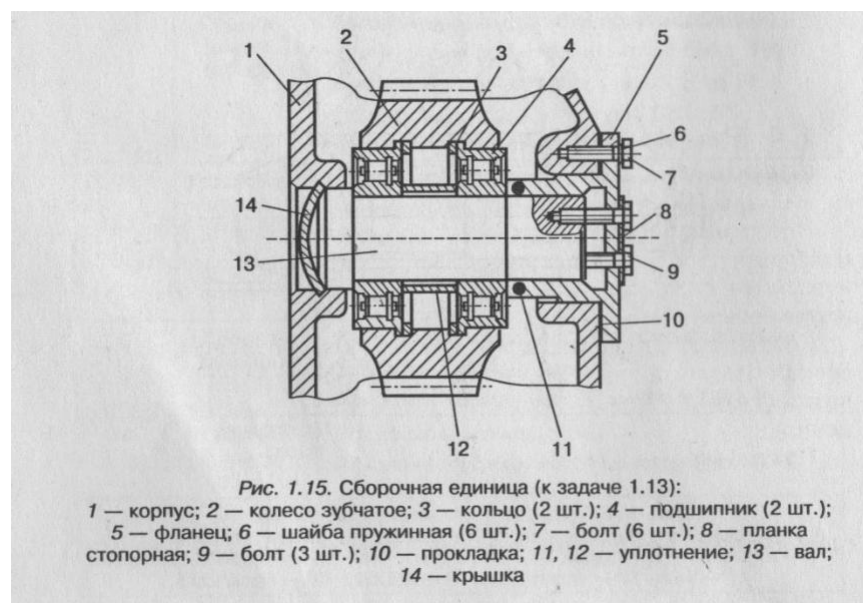

Рисунок4
4. Для сборки зубчатого колеса (рис.4) составить технологическую схему сборки.